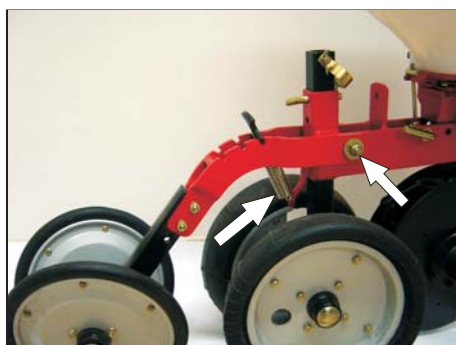

Fig. 40
4. Retire os parafusos de fixação e a mola do conjunto das rodas compactadoras em "V". - **Fig. 40**